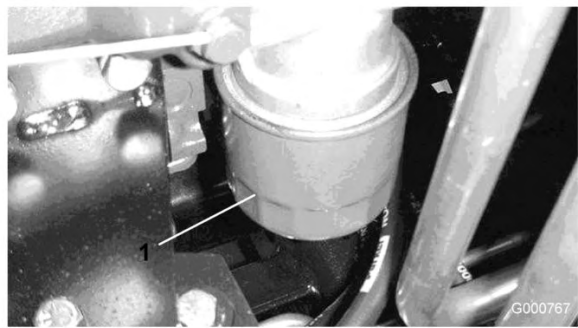

Figura 56
2. Retire el filtro de aceite (Figura 56). Aplique una capa ligera de aceite limpio al filtro nuevo antes de enroscarlo. No apriete demasiado.